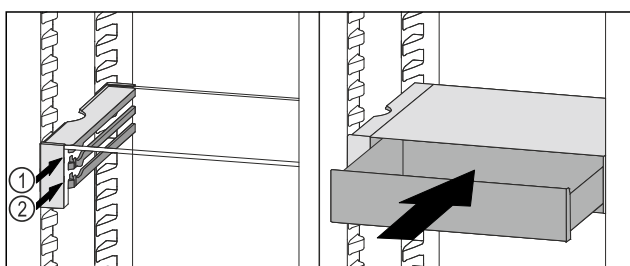

Fig. 135
- Встановити висувний ящик VarioSafe за стопорами на потрібне ребро Fig. 135 (1) або Fig. 135 (2).